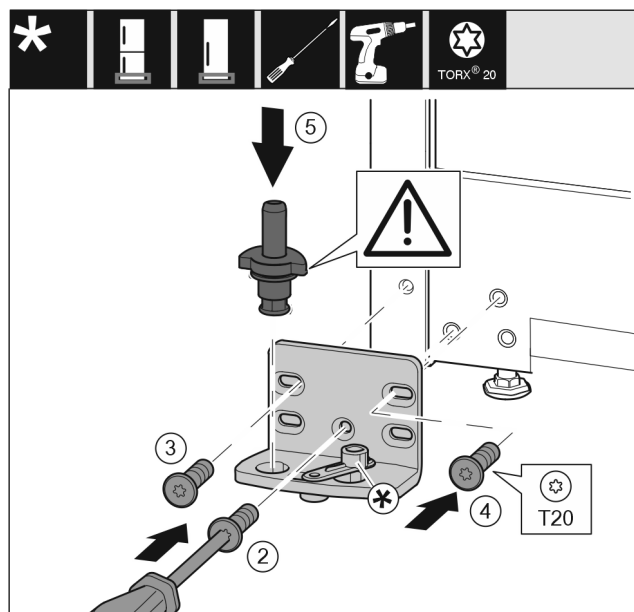

Fig. 16
- Påsæt hængslet på den anden side, og skru den fast med en skruetrækker. Begynd med skruen Fig. 16 (2) forinden i midten.
- Skru skruen Fig. 16 (3) og skruen Fig. 16 (4) fast.
- Sæt lejebolten Fig. 16 (5) helt ind. Sørg for, at låseknasten vender bagud.